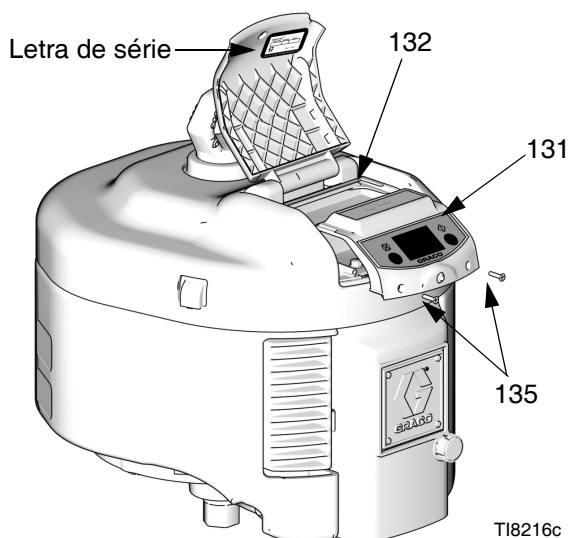

FIG. 4. Remoção do módulo DataTrak
1. Retire 2 parafusos (135). Fazer deslizar cuidadosamente o módulo DataTrak (131) para fora do compartimento (132). Consulte FIG. 4.
* A FIG. 4 mostra onde encontrar a letra de série.